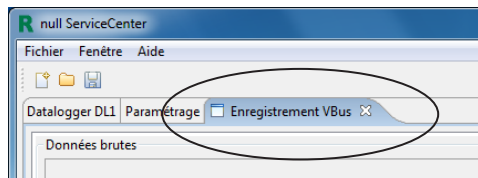

fig. 1
- ➔ Cliquez sur l'onglet **Enregistrement VBus** (fig. 1)